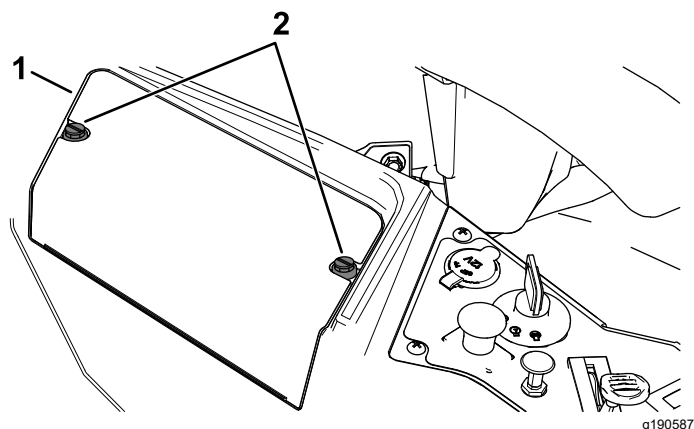

Figura 44
3. Afloje $\frac{1}{4}$ de vuelta las 2 fijaciones de la tapa de la batería en el sentido contrario a las agujas del reloj y retire la tapa (Figura 44).
6. Instale la tapa de la batería empujándola hacia abajo y apretando 2 fijaciones en el sentido de las agujas del reloj (Figura 44).